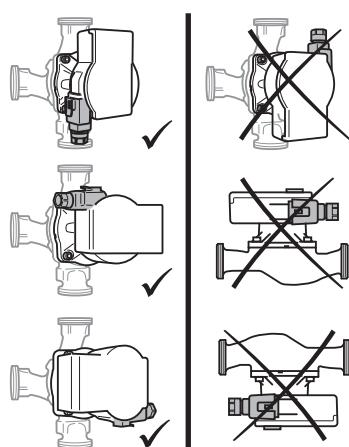

Fig. 2: Vgradni položaji
- Izberite mesto vgradnje v skladu z dopustnim vgradnim položajem (Fig. 2).
- Upoštevajte doposten vgradni položaj (Fig. 2) črpalke, po potrebi obrnite glavo motorja (2+6).
- Upoštevajte doposten vgradni položaj (Fig. 2) in puščico za smer toka na ohišju črpalke (1).
- Pritegnite 4 vijke ohišja (5).